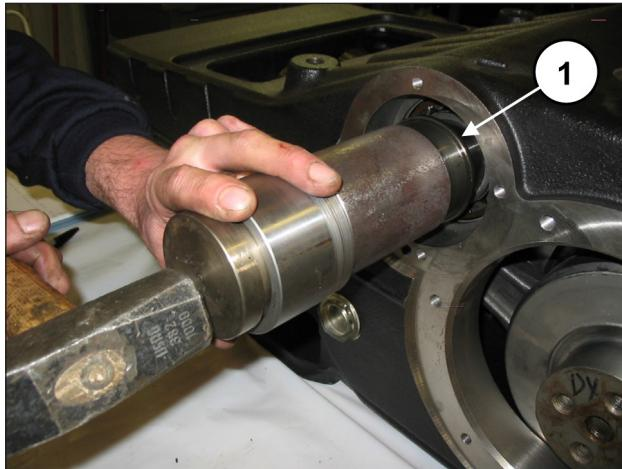
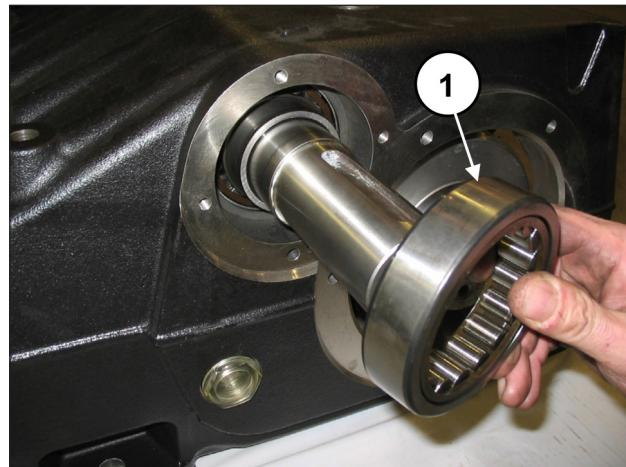

Fig. 61
Fig. 62
Insérer la bague intérieure (rep. ①, Fig. 61) et la bague extérieure (rep. ①, Fig. 62) d'un roulement d'un seul côté de la pompe.
Insérer la bague intérieure (rep. ①, Fig. 61) et la bague extérieure (rep. ①, Fig. 62) du dernier roulement.